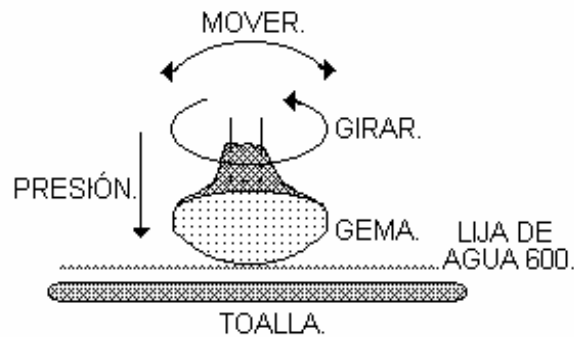

Figura 22: Tercer paso de lijado de la piedra.
C) Se emplea una **lija 600x de agua**, esta se coloca sobre una toalla u otra superficie suave, mojándola y a mano se realiza un proceso de lijado moviendo y girando la roca, hasta que no se noten ralladuras sobre la superficie de la roca. Al final la roca se enjuaga y se seca (**Figura 22**).